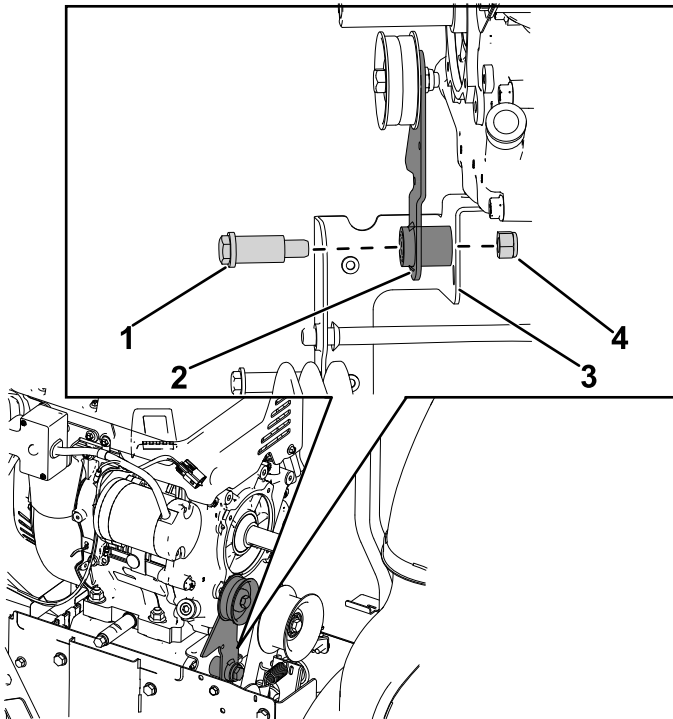

Figura 9
3. Remova a porca (7/16 pol.) e o parafuso com olhal (7/16 x 1 3/4 pol.) que prende o braço intermédio de tração ao suporte da embraiagem do travão (Figura 9).